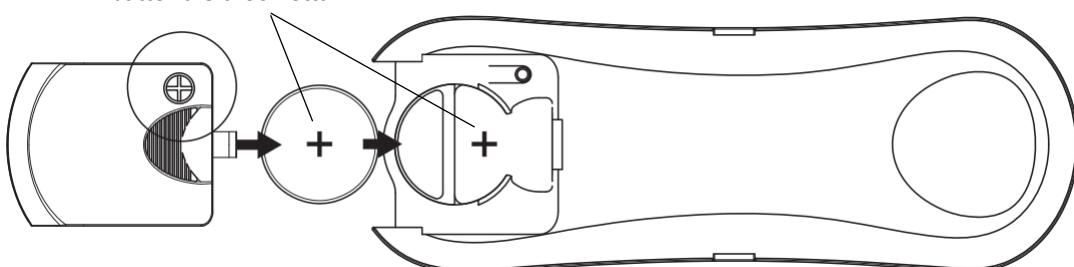

Fig. 10c
- Inserire una nuova batteria CR2032 da 3 V CC nel vano batteria. Assicurarsi che la polarità della batteria sia corretta. (Fig. 10c).